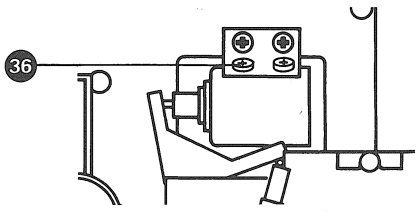

Fig. 3.13.-1
- 2 Schrauben (36) (Fig. 3.13. - 1) lösen.
- Remove 2 screws (36) (fig. 3.13. - 1).
- Dévisser les 2 vis (36) (Fig. 3.13. - 1).